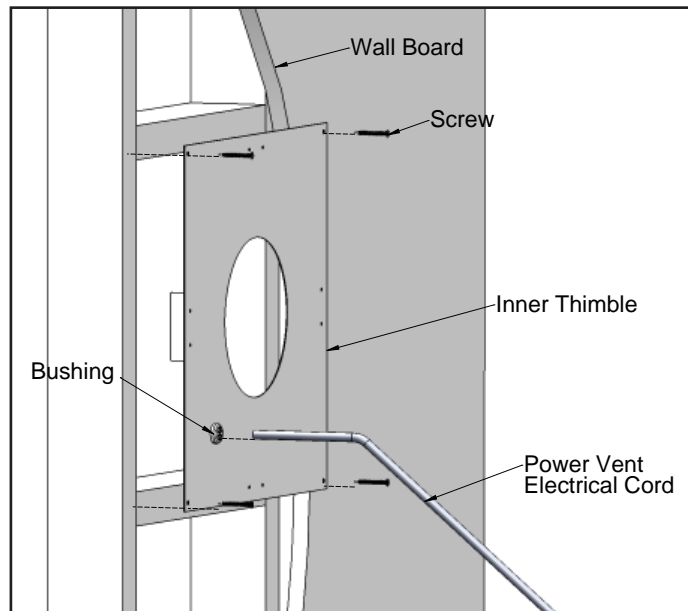

Figure 5: Installation du coupe-feu intérieur et des cordons électrique pour l'évent forcé.
4. Insérez une longueur de 2 pieds (61cm), d'un cordon électrique pour l'évent forcé, au travers de la douille sur le côté gauche en bas du coupe-feu intérieur, montré à la figure 5.